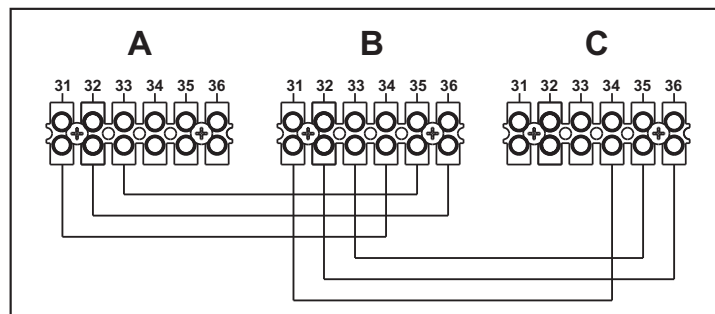

рис. 53 - Подключение по каскадной схеме
1. Подключите модули, как показано на рис. 53 (**пример с 3-мя модулями**)
В противном случае перекройте электрическое питание и проверьте кабельные соединения в рис. 53.